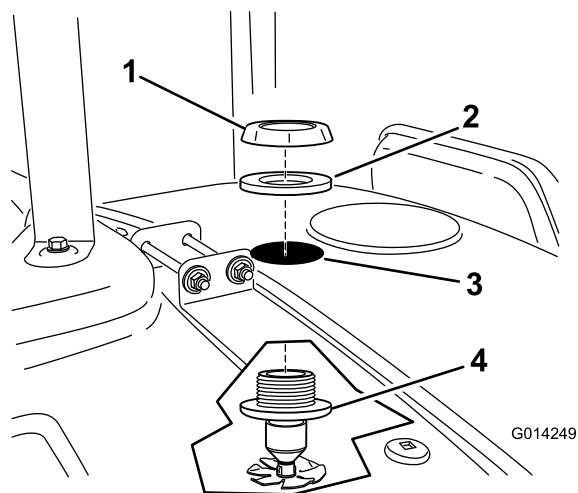

Figure 17
6. Insérez une buse de rinçage vers le haut à travers le trou percé (Figure 17).
7. Posez le joint et l'écrou à embase en plastique sur les filets exposés de la traversée au sommet de la cuve (Figure 17). Veillez à placer le joint correctement entre l'écrou en plastique et la surface de la cuve.